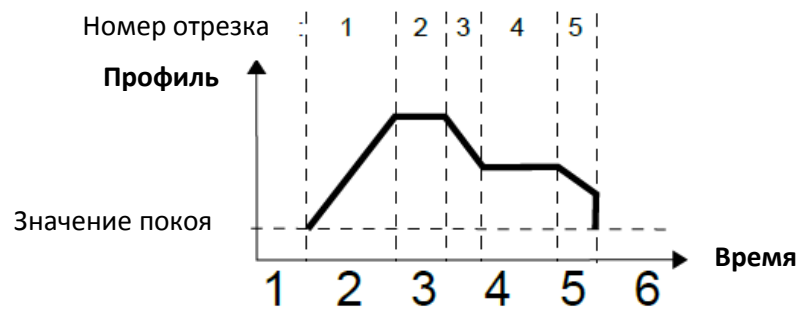

Рисунок 2.64
- «по уровню» – означает, что профиль запустится, когда источник сигнала будет иметь значение > 0 , в противном случае (если исходное значение ≤ 0) профиль запущен не будет (см. рисунок 2.64 и пример «а» на рисунке 2.65);
- «по фронту (раз)» – означает, что запуск профиля будет осуществлен по фронту сигнала источника (от значения ≤ 0 до значения > 0). После того, как профиль запущен, он будет выполнен полностью, независимо от изменений сигнала источника (см. рисунок 2.64 и пример «а» на рисунке 2.65);
- «по фронту» – означает, что запуск профиля будет осуществляться по фронту сигнала источника (от значения ≤ 0 до значения > 0). Этот режим, в отличие от режима «по фронту (раз)» подразумевает, что профиль будет запускаться вновь каждый раз, когда фронт сигнала источника будет соответствовать указанным параметрам (см. рисунок 2.64 и пример «а» на рисунке 2.65).